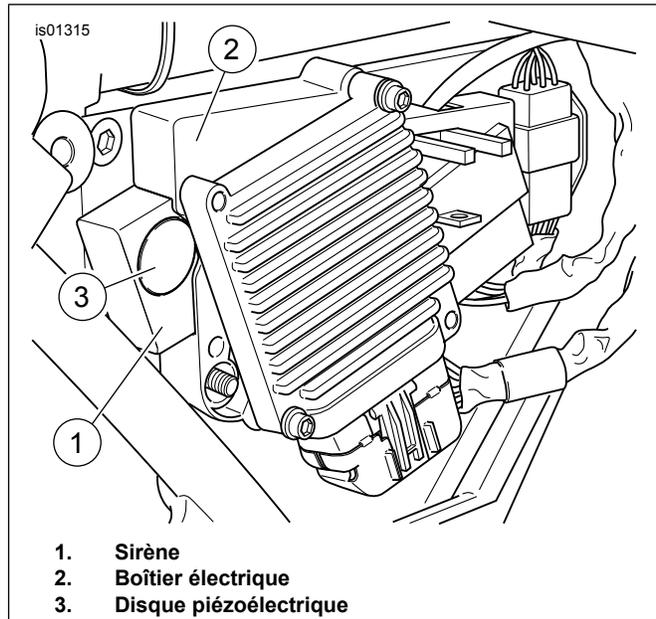

Figure 17. Sirène et support électrique installés (modèles Touring 2002-2007)
8. Figure 17 Installer l'ensemble du support électrique avec l'arrière de la sirène sur les goujons situés sur le côté du boîtier de la batterie. Installer les deux écrous à brides sur les goujons et serrer.